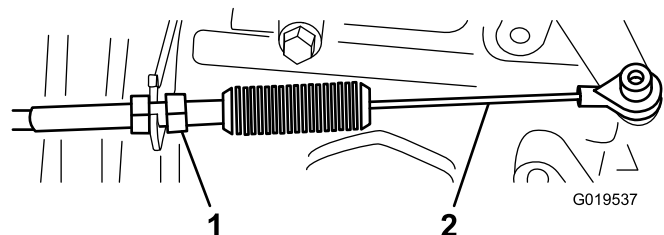
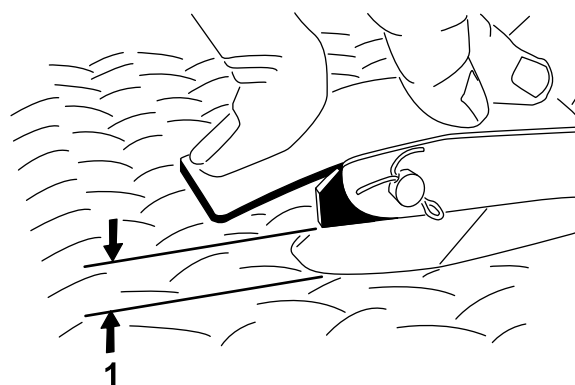

Figure 66
Figure 67
2. Réglez la rotule sur le câble d'accélérateur (Figure 66) pour obtenir un écartement de 2,54 à 6,35 mm (0,100 à 0,250 po) entre le bras de la pédale d'accélérateur et le haut du plancher quadrillé (Figure 67) lorsque vous appliquez une force de 11,3 kg (25 lb) au centre de la pédale.
3. Serrez le contre-écrou (Figure 66).